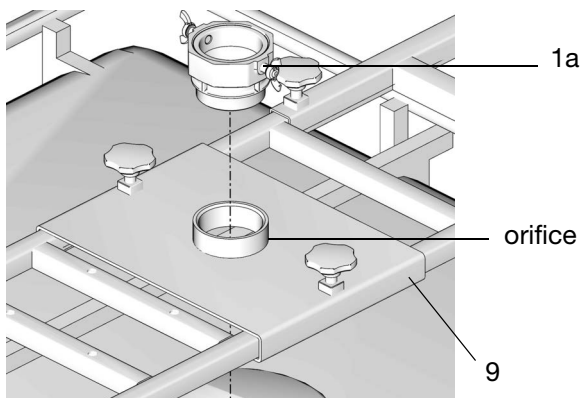

FIG. 10
1. Introduire l'adaptateur de bonde (1a) de la pompe dans l'orifice du support supérieur (9). Bien serrer à la main (FIG. 10).
2. Pour les modèles NPT et BSPT uniquement, appliquer du produit d'étanchéité sur les filetages du tuyau/flexible d'aspiration (3) puis installer l'extrémité du tuyau/flexible d'aspiration dans le boîtier d'entrée de la pompe (1) (FIG. 10).